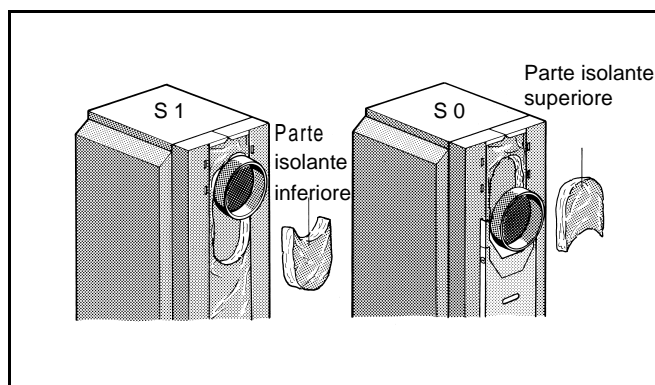

Fig. 16
- Inserire la parte isolante per S 0 sopra e per S 1 / S 4 sotto i tronchetti di scarico (Fig. 16).